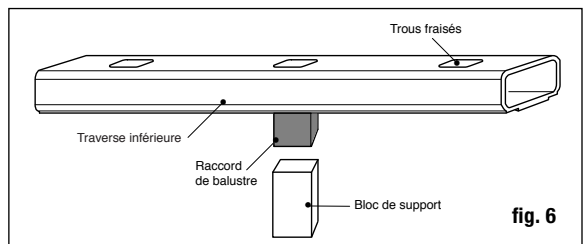

fig. 6
Étape 7 Trouvez le centre de la base de la traverse du bas et fixez le raccord de balustre inclut avec le bloc de support, en utilisant les vis fournies. Vérifiez les exigences du code de la construction quant à l'espacement maximum entre la surface de la terrasse et le bas de la traverse (balayage); nous recommandons 7,6 cm (3 po), mais peut être moindre si désiré. Si nécessaire, coupez le bloc de support à la hauteur désirée (fig. 6).